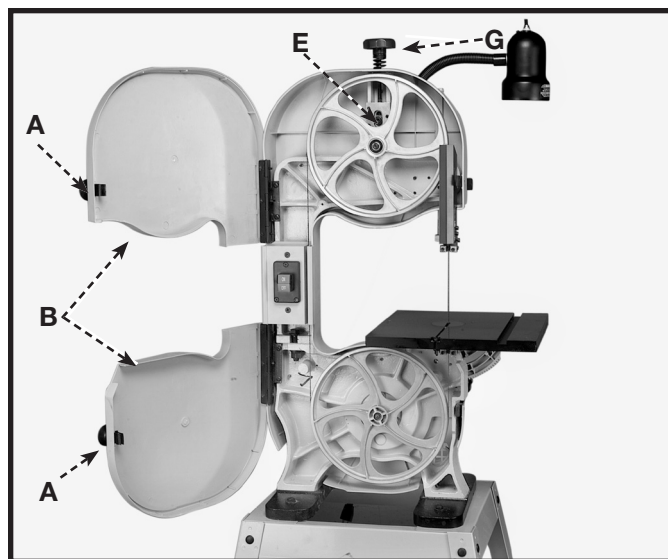

Fig. 35
1. Presione los pestillos de la puerta (A) Fig. 35 y abra la puerta (B) según lo ilustrado.
3. Para liberar la tensión en la banda vio hoja afloja el tornillo (E) y la vuelta de perilla de tensión (G) Fig. 35 a la izquierda.
9. Cierre la puerta (B) Fig. 35 antes de poner la sierra en funcionamiento.